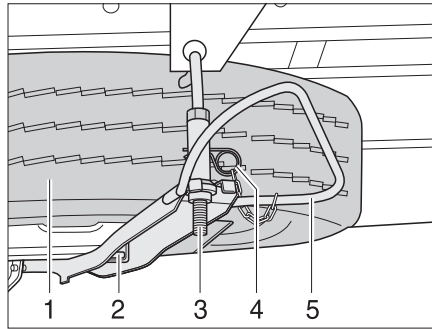

Fig. 274 Soporte para la rueda de repuesto (Iveco)
- Extraer la clavija hendida (Fig. 274,4).
- Presionar el gancho (Fig. 274,5) contra la rueda de repuesto y desenganchar el soporte (Fig. 274,3).
- Desenroscar la tuerca (Fig. 274,2) y sacar la rueda de repuesto (Fig. 274,1).